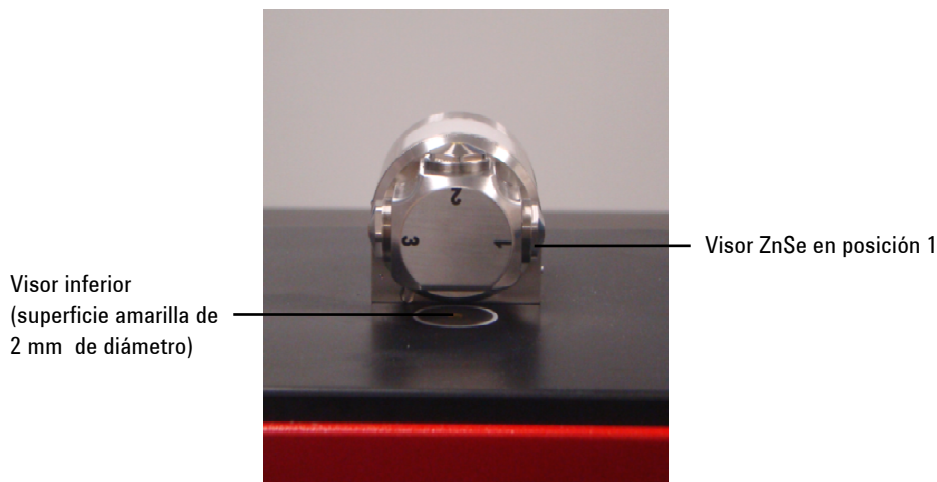

Figura 14. DialPath con el visor del accesorio hacia arriba
En el modo limpieza y carga de la muestra, el DialPath se gira de forma tal que el visor del accesorio apunte hacia arriba (consulte la Figura 14). Es en esta posición, se puede acceder fácilmente al área de montaje de la muestra para cargarla en su lugar y limpiar las superficies de muestreo antes de analizar la siguiente muestra.
Gire el DialPath de forma tal que el visor óptico en la posición 2 apunte hacia arriba. Limpie el visor de la posición que se usó primero y luego limpie el visor inferior, como se indica en la Figura 14. Si se utiliza la posición 2, limpie la posición 3 o 1, dependiendo de la dirección en que se giró el DialPath.
- 1 Abra el dispositivo de muestreo (DialPath); para ello gire el brazo (consulte la Figura 14).